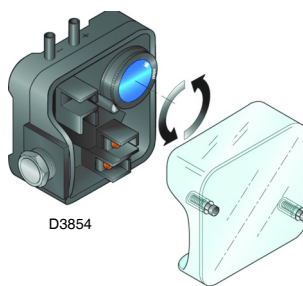

Abb. 25
- Regeln Sie den Luftdruckwächter (Abb. 25) auf den Skalenanfang.